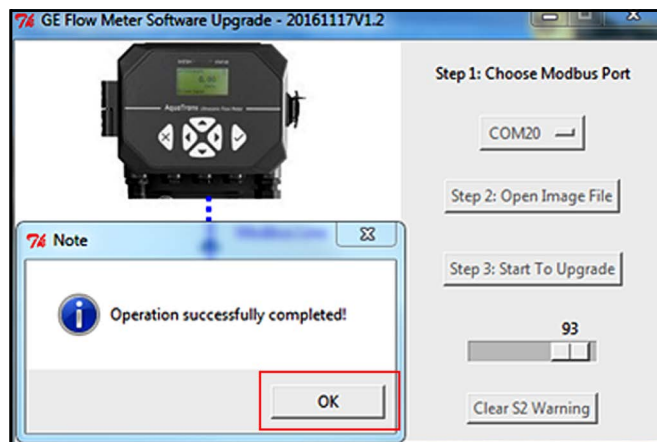

図 39：S2 警告が正常に消去された状態
1. 更新ソフトウェアで、COM ポートボタンをクリックし、更新に使用した特定のポートを選択します（以下の図 39 の上の赤枠を参照）。
2. Clear S2 Warning（S2 警告消去）ボタンをクリックします（下記図 39 の赤枠部分を参照）。